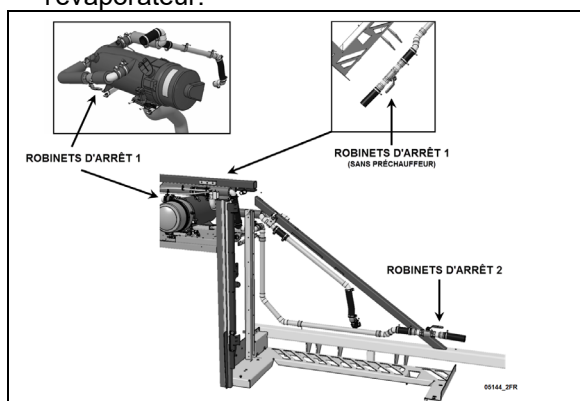

FIGURE 78: ROBINET D'ARRÊT DE LA CONDUITE DE CHAUFFAGE DE LA SÉRIE H3
3. Fermer les soupapes d'arrêt des conduits d'eau chaude situées près du moteur du côté rue (voir Figure 77 ou Figure 78).
2. Fermer les deux soupapes d'arrêt de la canalisation de chauffage. (Figure 77 or Figure 78). L'une se trouve dans le compartiment moteur, côté route, en bas, près du radiateur, tandis que l'autre se trouve derrière l'aile articulée arrière gauche, près du préchauffage.